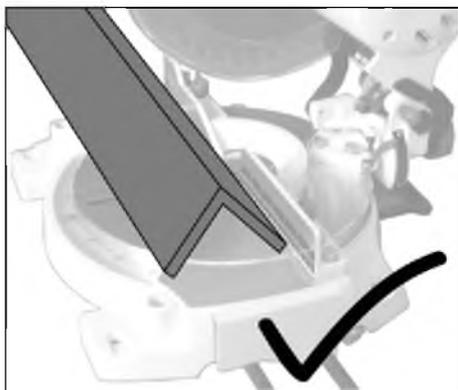

Рис. 5
- Профіль слід пиляти так, аби диск спочатку проходив через найменший перетин (Рис. 5).